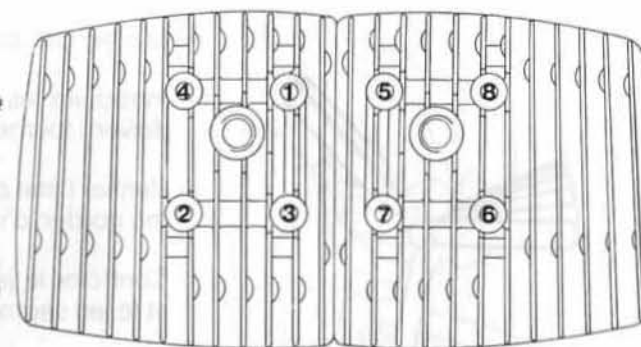
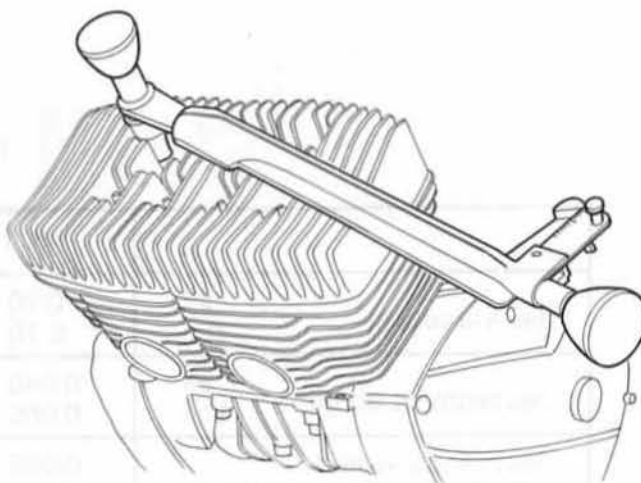

FIG. 3
FIG. 4
- Revisser les écrous des culasses progressivement en diagonale (fig. 3) et les bloquer à 1,5 mkg (fig. 4).